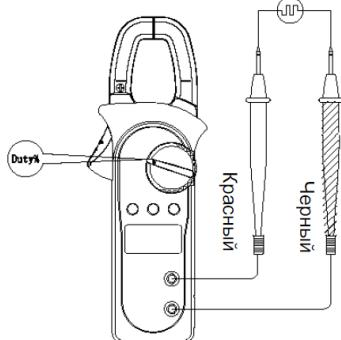

Рисунок 8
F. Измерение коэффициента заполнения (см. рисунок 8)**⚠ Предупреждение**